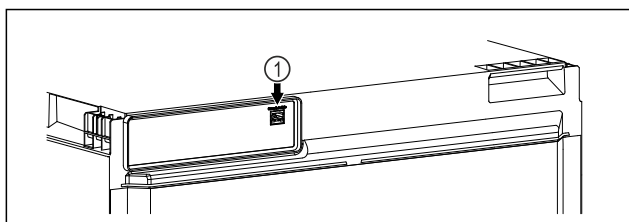

Fig. 17
- SmartModule Fig. 17 (1) ist eingesetzt.